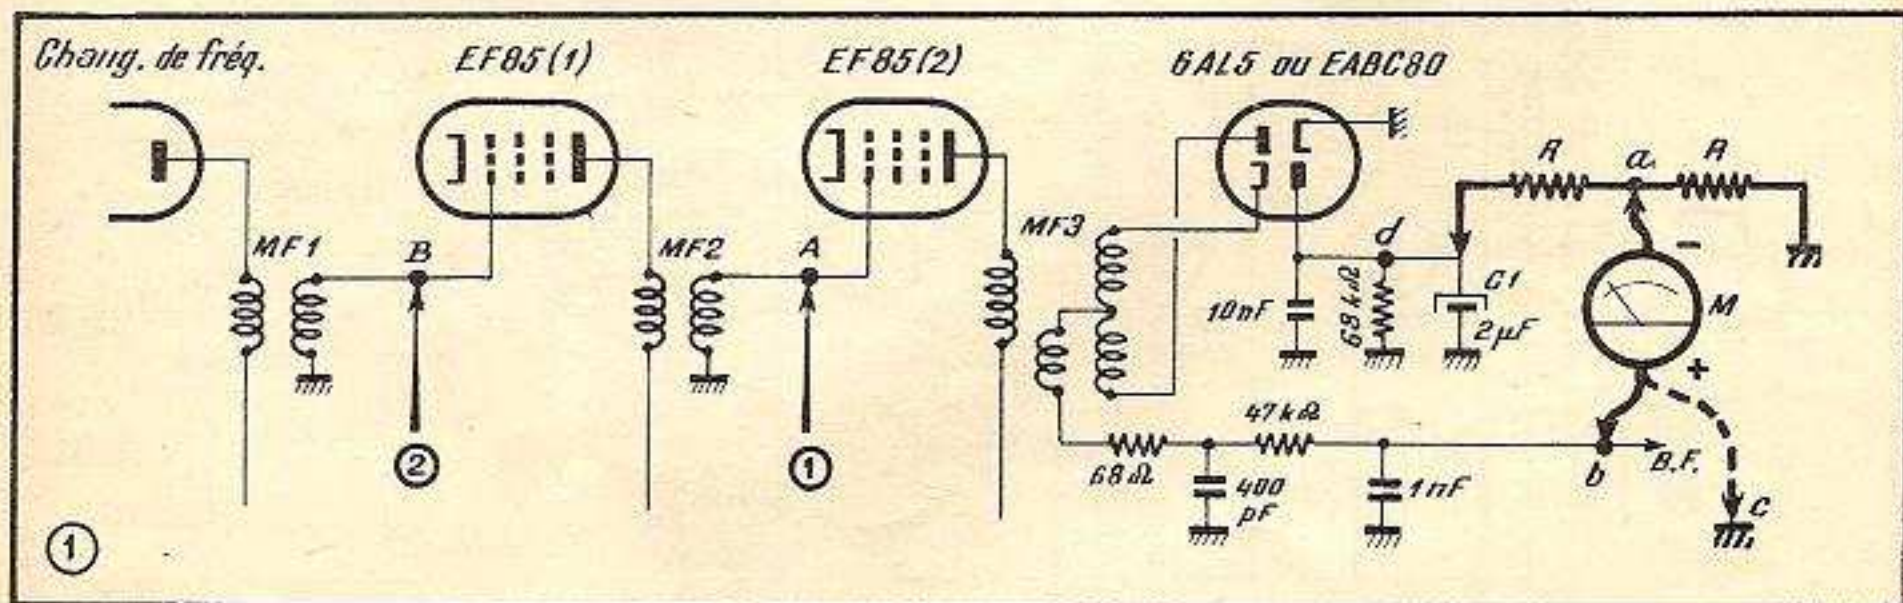

Fig. 1. — Branchement à effectuer pour le réglage des circuits M.F. d'un récepteur FM.
Nous supposons que la structure de l'amplificateur M.F. que nous avons à régler est normale (2 étages) et qu'il se termine par un détecteur de rapport dit asymétrique. L'ensemble est schématisé par la figure 1. Parmi les méthodes de réglage préconisées par les différents constructeurs, méthodes qui diffèrent fort peu et qui aboutissent à des résultats pratiquement équivalents, nous en avons choisi et expérimenté deux, décrites ci-après.
2. — La sortie du générateur H.F. sera réunie, à travers un condensateur de 10 à 40 nF, à la grille de la dernière lampe M.F., ici EF 85 (2), c'est-à-dire au point A (fig. 1) ;
6. — Régler alors le primaire et le secondaire du transformateur M.F. 3 de façon à avoir le maximum de déviation au voltmètre indicateur de sortie (M) ;
8. — Connecter le contrôleur, toujours sur la sensibilité 7,5 ou 10 V (en continu), entre les points a et b (fig. 1) ;
10. — Connecter de nouveau le contrôleur comme en (1) et retoucher le primaire du M.F. 3 en recherchant un maximum de déviation au voltmètre ;
11. — Transporter le câble de sortie du générateur H.F. à la grille de la EF 85 (1) et ajuster la tension de sortie de ce géné-
Voici, à titre d'indication, quelques chiffres relevés sur deux récepteurs différents. Dans les deux cas nous avons utilisé le générateur H.F. **Centrad** type 923, et prévu deux résistances R, de 250 k Ω chacune, en parallèle sur le condensateur C₁, comme indiqué dans la figure 1.
Précisons que pour cette opération le câble de sortie du générateur **Centrad** a été connecté en A de la figure 1, et que la tension de sortie a été réglée au maximum.
1. — La sortie « vobulée » de l'appareil accordé sur la fréquence intermédiaire, 10,7 MHz ou autre, sera connectée à la grille de la dernière amplificatrice M.F., c'est-à-dire au point A des figures 1 et 4. L'atténuateur H.F. du vobuloscope sera réglé, ultérieurement, de façon à avoir, sur l'écran, une image d'amplitude normale. Disons cependant que pour attaquer convenablement le dernier étage M.F. la tension H.F. doit être assez élevée : 10 à 20 mV. L'excursion (le « swing ») sera réglée à 2 ou 3 MHz;
5. — Connecter alors la sortie « vobulée » à la grille de la première amplificatrice M.F., c'est-à-dire au point B des figures 1 et 4. Réduire l'atténuateur de la tension H.F. injectée et diminuer également l'excursion, puisque la largeur de la courbe sera maintenant plus faible ;